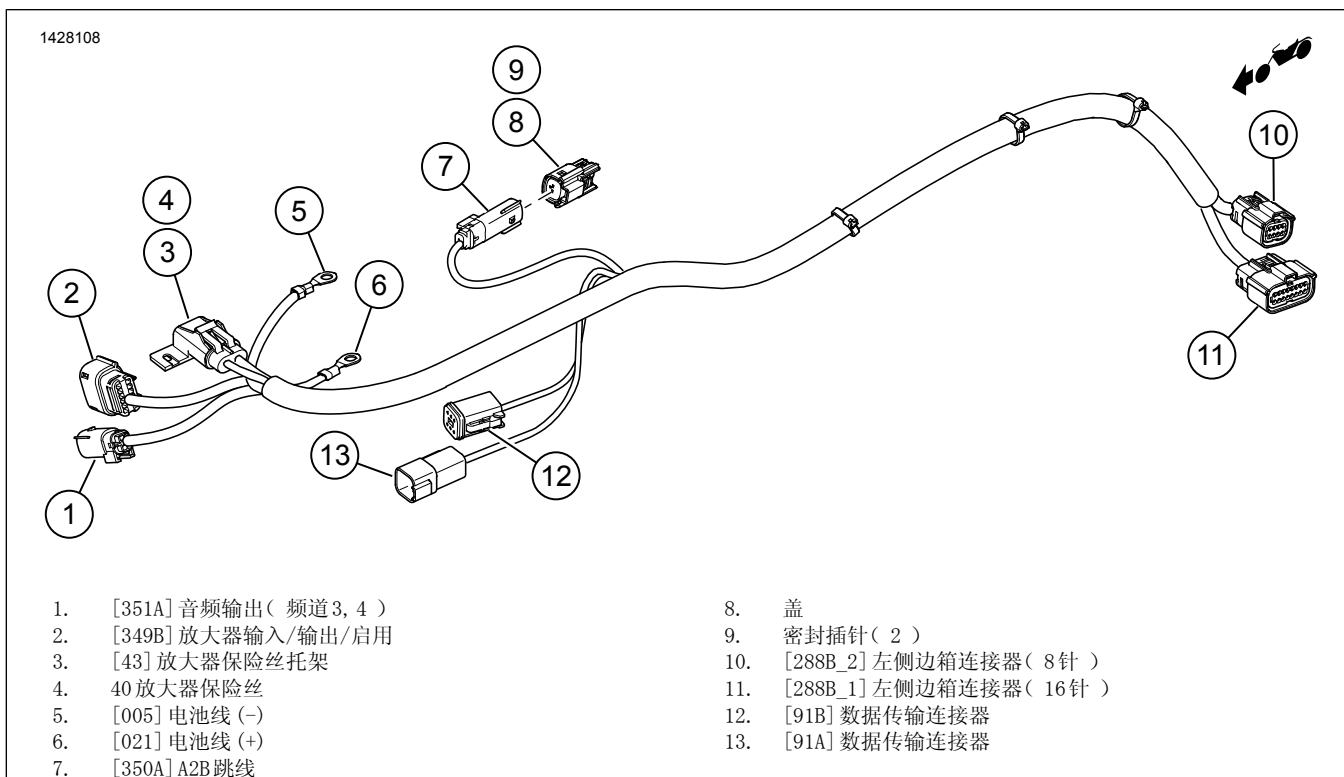

图12。外部线束连接器(2014-2016年款)
参见图12。如果未安装二级放大器，将密封销(9)插入盖(8)并连接到连接器[350A](7)。
参见图12。将数据链路连接器(12、13)布设到左侧盒区域。
13. 参见图12。将放大器线束[91B](12)上的灰色插座盒连接到车辆连接器[91A]。
17. 参见图12。将保险丝(4)安装到保险丝架座(3)上。
8. 参见图12。将保险丝(4)安装到保险丝架座(3)上。